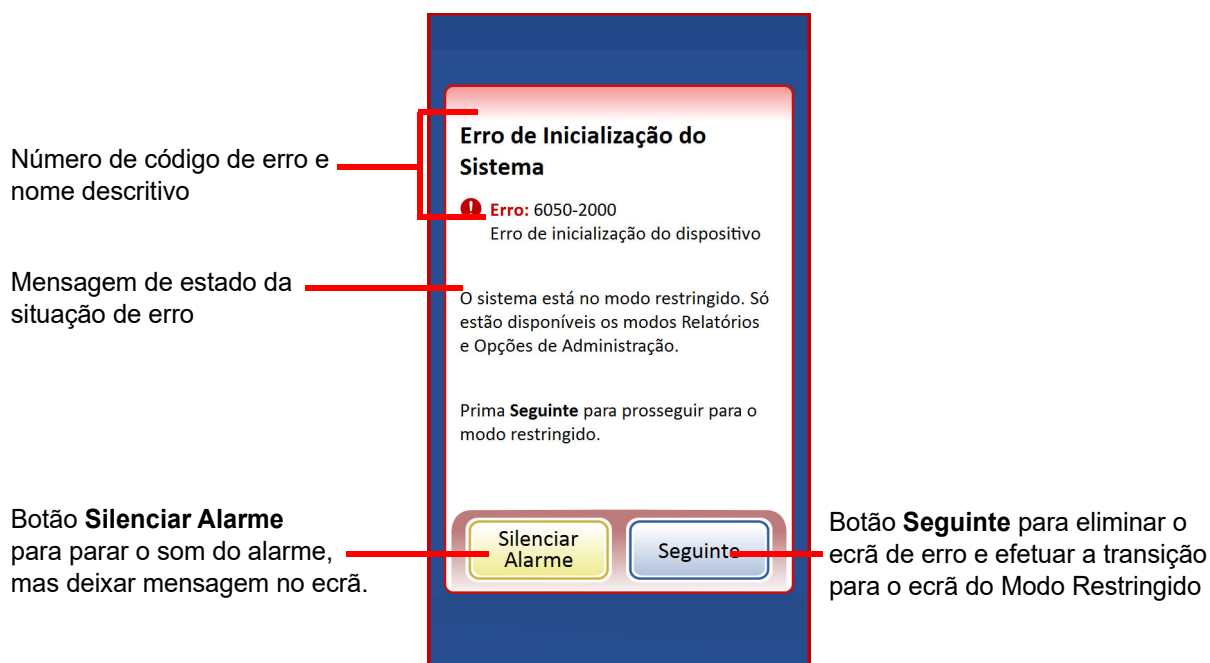

Figura 9-11 Deteção de um erro pelo sistema
- Exibe uma mensagem de erro e emite um alarme sonoro, se o mesmo estiver ativado (consulte Figura 9-11.) O sistema tenta recuperar (um minuto ou menos).